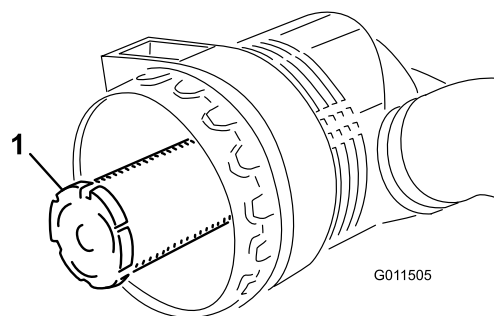

**Figura 46**
3. Retire y cambie el filtro primario (Figura 46).